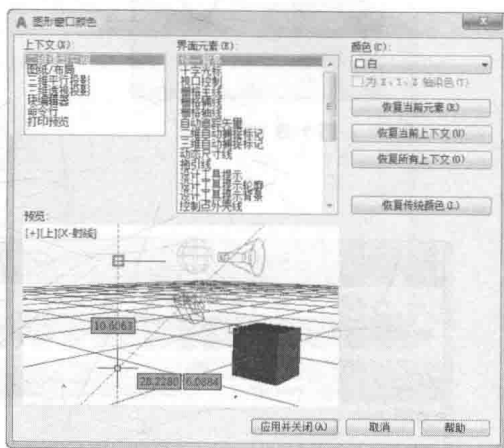

图 1-7 “图形窗口颜色”对话框
(1) 选择“工具”下拉菜单中的“选项”命令,打开“选项”对话框,选择“显示”选项卡,单击“窗口元素”区域中的“颜色”按钮,打开“图形窗口颜色”对话框。
(2) 在“图形窗口颜色”对话框的“颜色”下拉列表中,选择需要的窗口颜色,通常按视觉习惯选择白色为窗口颜色,如图1-7所示,然后单击“应用并关闭”按钮,此时的绘图窗口就变成了白色背景。